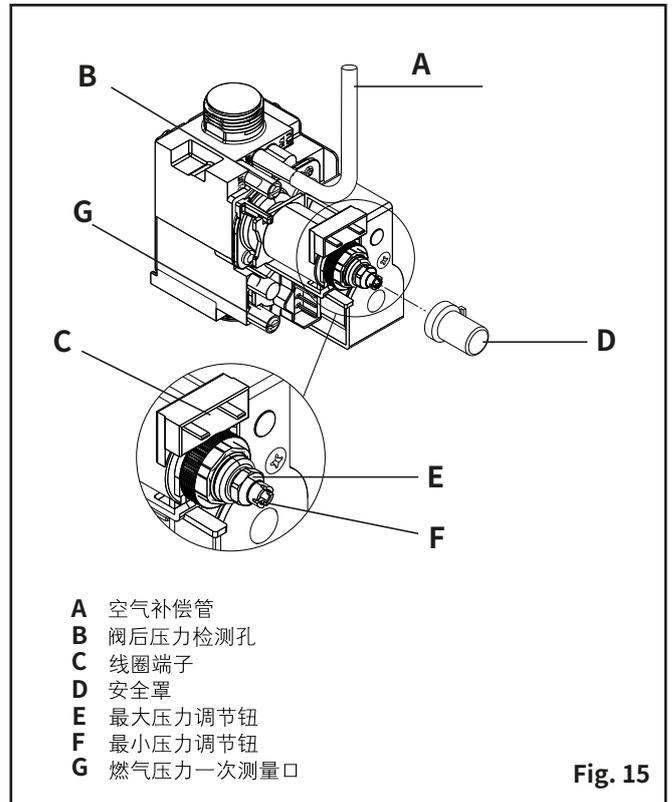

Fig. 15
9. 第一次点火与调试 (Fig.7, Fig.15-Fig.17)
- 松开二次测压口 B 内螺丝两圈，接上测压计 (Fig.15)；
- 取下空气补偿管 A (Fig.15)。
- 取下安全帽 D (Fig.15)
- 等压力稳定后，调节调节阀内芯 F (Fig.15)，至压力计符合最小二次压力 (见燃气参数表)
- 用 10 号扳手，调节最大功率调节螺母 E (Fig.15)，至压力计符合额定压力 (见燃气参数表)